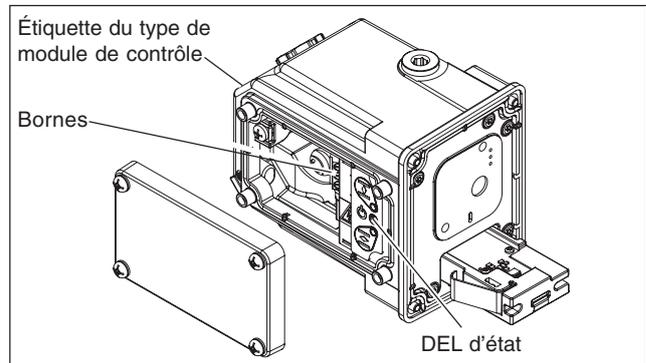

Fig. 2.5.1 Installation du câblage
- 1 Retirez le couvercle du module de contrôle (voir la figure 2.5.1)
- 4 Montez le couvercle du module de contrôle sur le boîtier (voir la figure 2.5.1) ou passez au chapitre 3. Assurez-vous que le couvercle est hermétiquement fermé pour éviter toute infiltration d'eau et de poussière dans le module, conformément aux normes IP65 / NEMA4X.